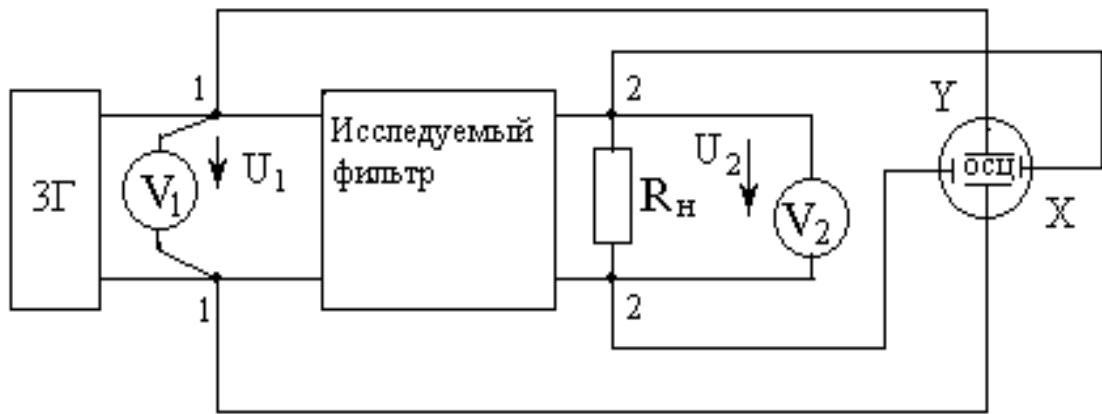
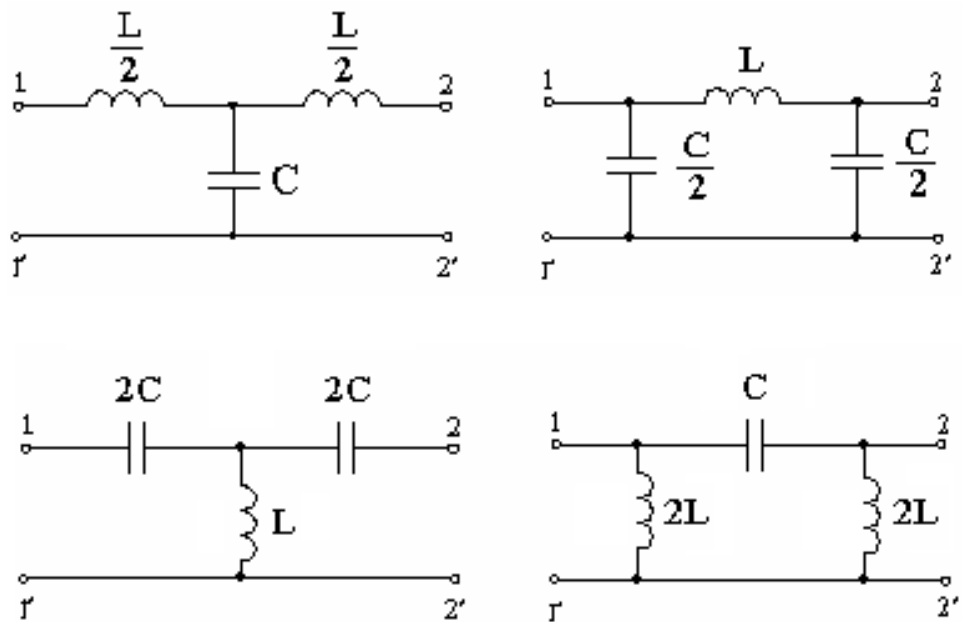

Рисунок 4.1 - Схема экспериментальной установки
Рисунок 4.2 - Схемы Т и П-образных фильтров
4.2.1 Собрать цепь (см. рисунок 4.1), включив в неё исследуемый фильтр согласно заданному варианту (см. рисунок 4.2). Величину сопротивления нагрузки R_n установить равной ρ .